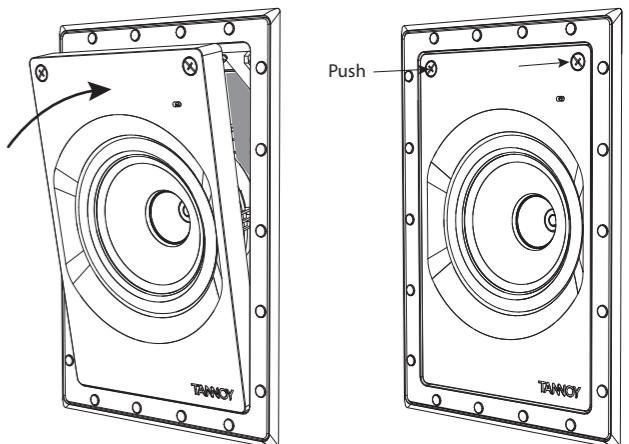

图 13. 将扬声器组件安装到框架中
- 以一定角度握住扬声器组合件，并将其底部边缘上的两个突出卡舌安装到框架中的两个相应插槽中（图 13）。